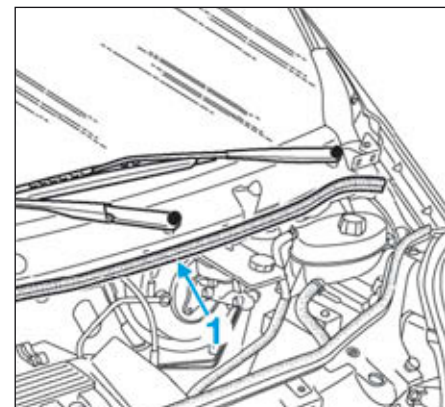
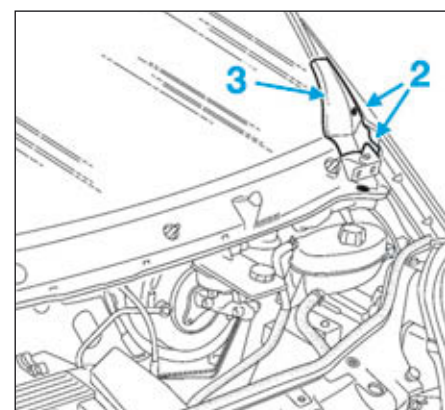

FIG.78
FIG.79
- le joint d'étanchéité (1) (Fig.78).
- Déclipper (Fig.79) :
- les agrafes (2),
- les enjoliveurs (3).
- Clipper (Fig.79) :
- les enjoliveurs (3),
- les agrafes (2) d'enjoliveurs.
- le joint d'étanchéité (1) (Fig.78),